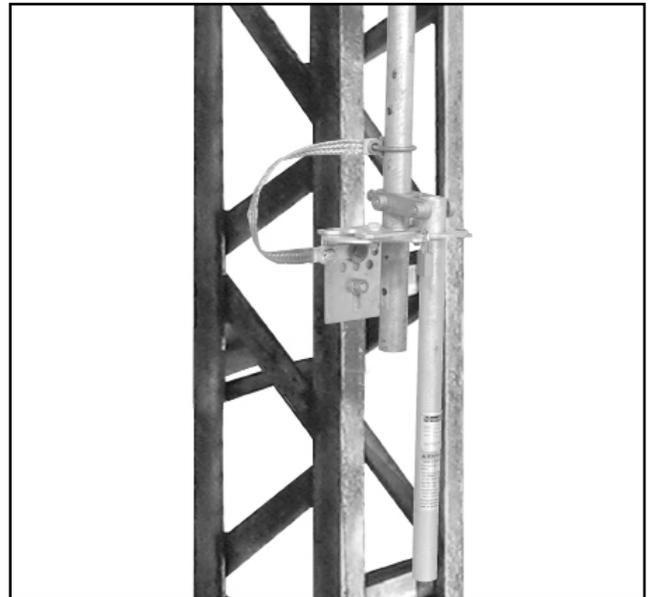

Figura 32. Fijación de la trencilla de tierra.
**Paso 26** Fije el extremo suelto de la trencilla de tierra a la sección más baja de tubo unas cuantas pulgadas por encima del ensamble de la palanca de operación (o la llave de bloqueo) con el conector de tornillo en U que se proporciona para este fin. Ver Figura 32. Luego conecte el extremo inferior de la trencilla a una tierra física adecuada, utilizando el conector a tierra que se proporciona en ese extremo de la trencilla.